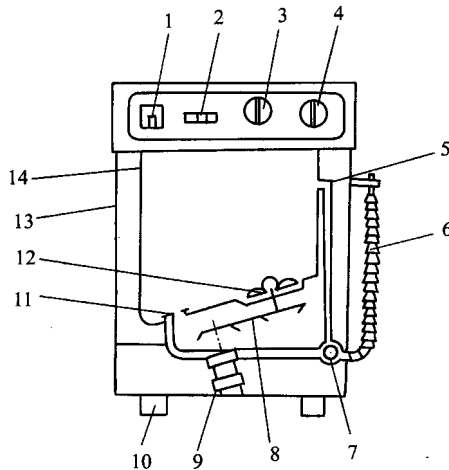

图 1-3 单桶洗衣机结构图
(1) 单桶洗衣机 早期产品，多为简易型或是普通型。它只有一只桶，只有洗涤和漂洗两种功能，并且需要由人工进行转换。它体积小，易于维修，价格低廉，但功能少，各种功能转换较繁琐（图 1-3）。